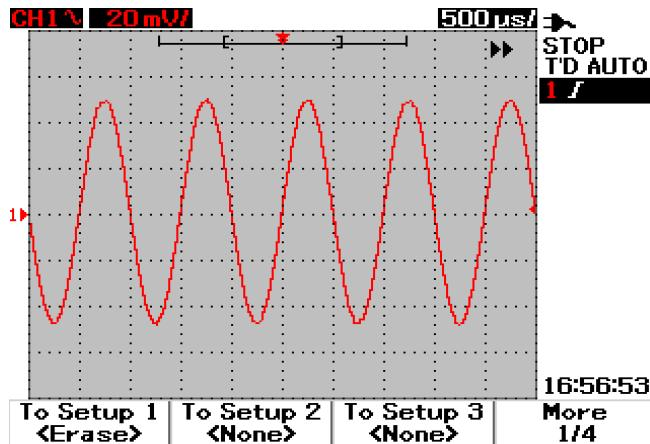

図3-44 <None>表示は、セットアップ・ファイルが保存されていないことを示します。セットアップ1の<Erase>は、内蔵メモリからセットアップ・ファイルを消去できることを示します。
- 4 図3-44では、F1を押して構成セットアップをセットアップ1から消去します。